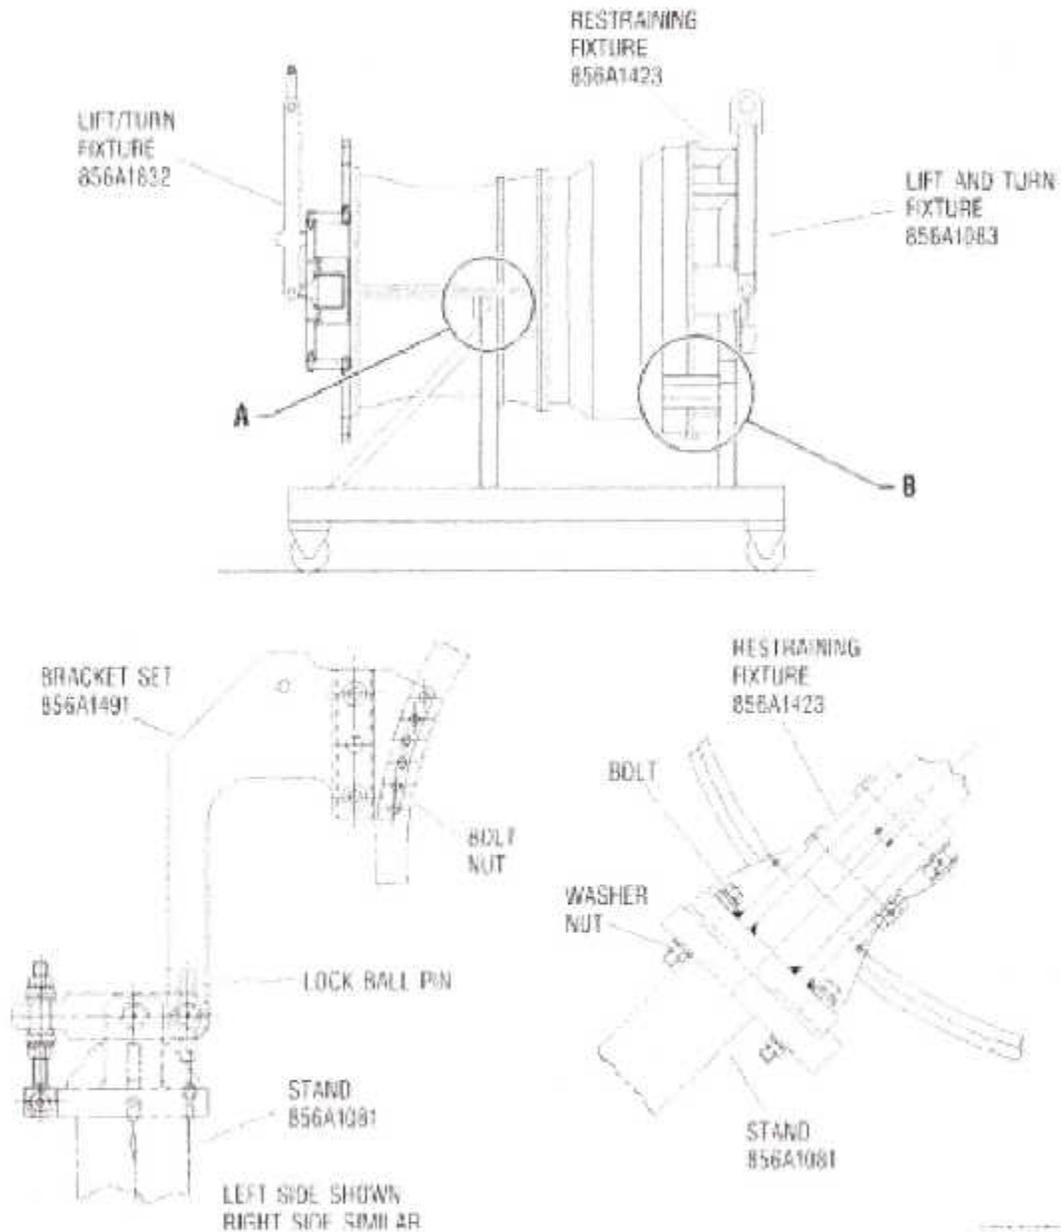

Fig. III. 69 : L'attache du levier au du Dispositif Levage / Pivotement, 856A1839G01.
- a. On attache le levier au Dispositif Levage / Pivotement (fig. III .69).